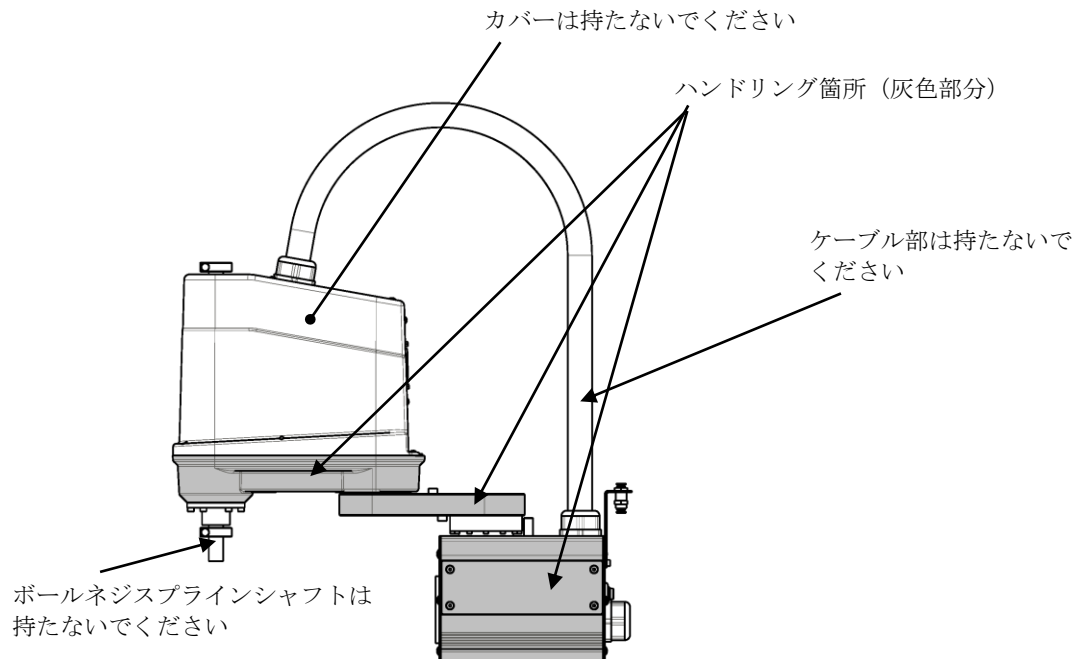

図 3.6 ロボットハンドリング箇所 (KHL-300、KHL-400)
- ・ ロボットを人手により持ち上げる際は、図 3.6 における灰色部分に手をかけてください。第 2 アームカバー部やケーブル部やボールねじスプラインシャフトを持つと過大な力がかかり故障の原因となります。